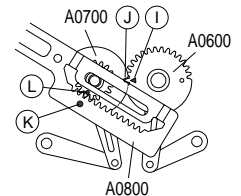

Fig. 14
- Beim Einsetzen der Fädelarmer (Fig. 14) muss die Dreiecksmarkierung (I) (Pos. A0600) der Kerbe (J) (Pos. A0700) gegenüberstehen.
- Beim Einsetzen des Fädelschiebers (Pos. A0800, Fig. 14) muss das Loch (K) der runden Markierung (L) des Fädelschiebers (Pos. A0700) gegenüberstehen.
- Sicherungsscheibe (Pos. A0900, Fig. 14) anbringen.